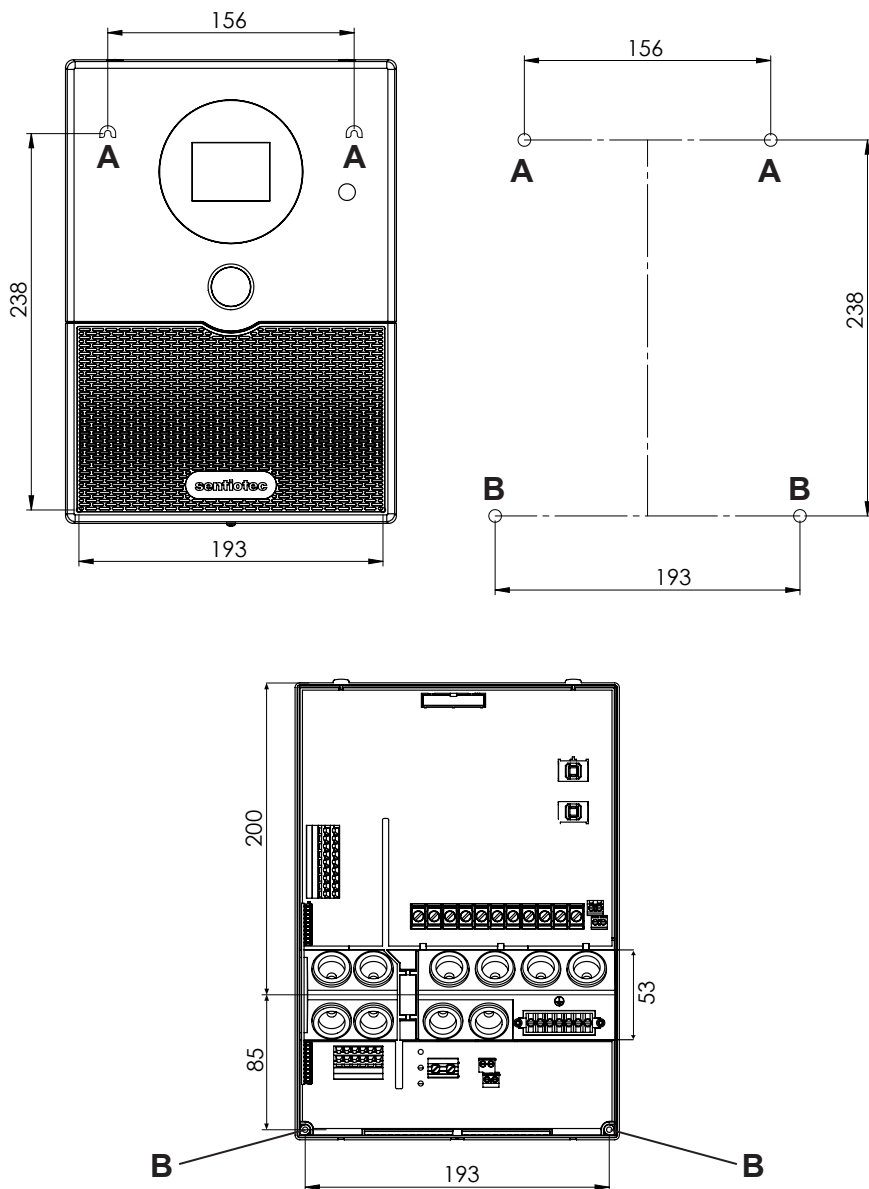

Fig. 1 Position du dispositif de suspension et des ouvertures de montage (mesures en mm)
1. Vissez deux vis pour aggloméré (3 x 25 mm) à une hauteur d'environ 1,70 m jusqu'à un espacement de 7 mm dans la paroi du sauna. L'espace entre les deux vis doit être de 156 mm (voir **Fig. 1**).
4. Accrochez la commande de sauna à l'aide du dispositif de suspension **A** aux vis cruciformes montées (voir **Fig. 1**).
5. Vissez deux vis pour aggloméré (3 x 25 mm) dans les ouvertures de fixation inférieures **B** (voir **Fig. 1**).